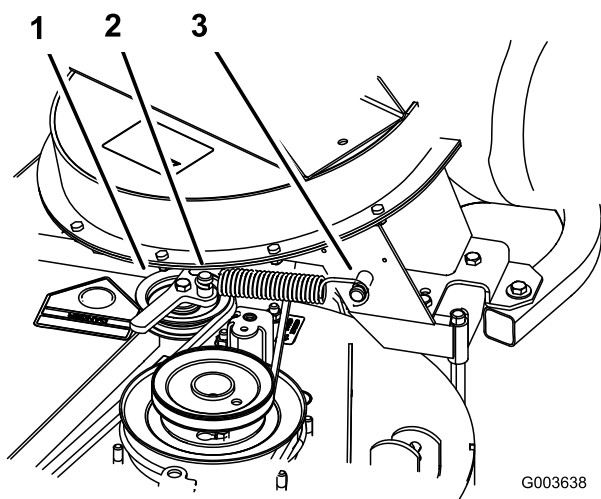

Figura 40
6. Instale a mola como se mostra na Figura 40.